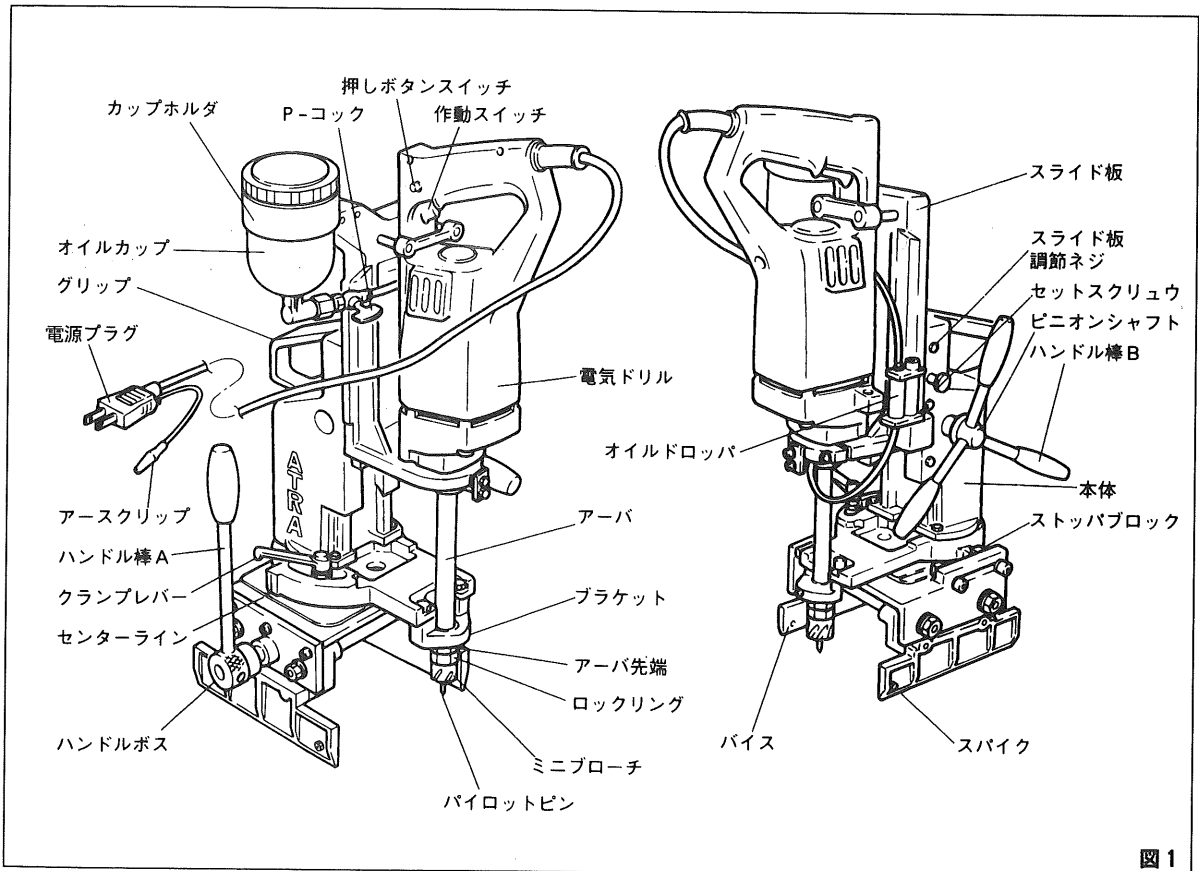

図1
- (3) オイルカップとオールドロッパをチューブでつないでください。(図1 参照)
- (4) 附属のハンドル棒 B を、ピニオンシャフトに取り付けてください。(3本、図1 参照)
- (5) 附属のハンドル棒 A を、ハンドルボスに取り付けてください。(図1 参照)